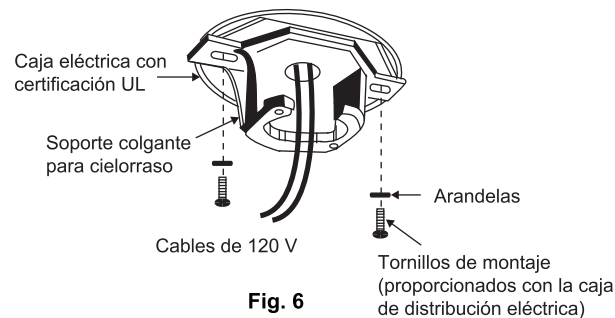

Fig. 6
Paso 3. Pase los cables de alimentación de 120 voltios desde la caja de distribución eléctrica del techo a través de dentro de la placa de montaje de techo. (Fig. 6)
Paso 4. Acople el soporte de montaje para cielorraso a la caja de distribución eléctrica utilizando los tornillos y las arandelas incluidas con la caja de distribución. (Fig. 6)